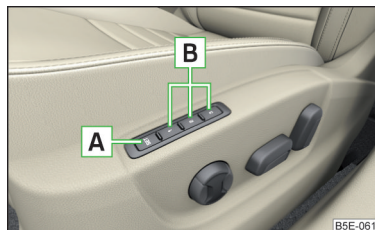

Fig. 81
Debajo de las teclas de memoria **B** en el asiento del conductor se puede guardar un ajuste de la posición del retrovisor externo y del asiento del conductor » fig. 81.
- ▶ Pulse la tecla **SET** **A** » fig. 81 y luego presionar dentro de 10 segundos la tecla de memoria **B** deseada. El almacenamiento es confirmado con una señal acústica.
- ▶ Conectar el encendido y pulsar la tecla de memoria deseada **B** » fig. 81.